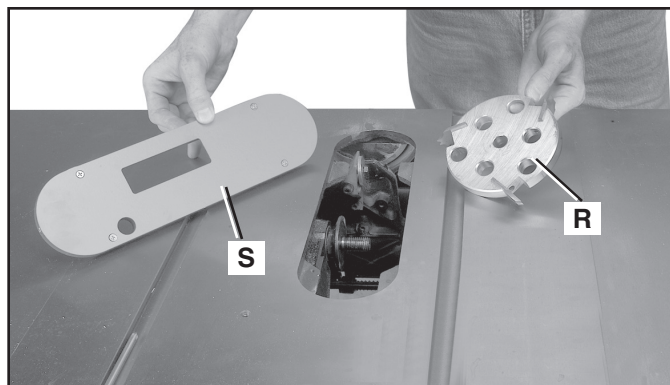

FIG. 70
⚠ ADVERTENCIA: No utilice un cabezal portacuchilla para moldura (R) Fig. 70 en la posición del bisel. Además, se debe usar el inserto para mesa de cabezal portacuchilla para moldura (S) en lugar del inserto para mesa estándar.
1. La Fig. 70 muestra un cabezal portacuchilla para moldura (R) ensamblado con el eje de la sierra. Además, se debe usar el inserto para mesa de cabezal portacuchilla para moldura (S) en lugar del inserto para mesa estándar. Asegúrese que el parte movable sea llano con la tabla antes de proceder.